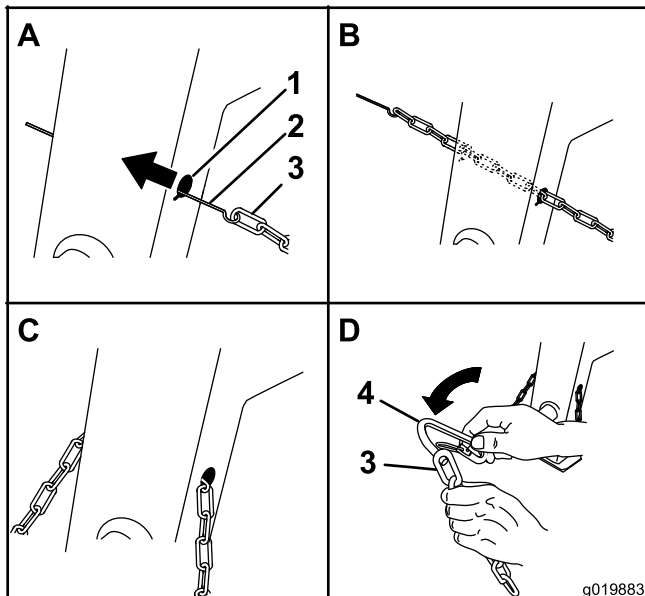

Figura 8
2. Enganche la cadena de seguridad a la varilla o al alambre (Figura 8).